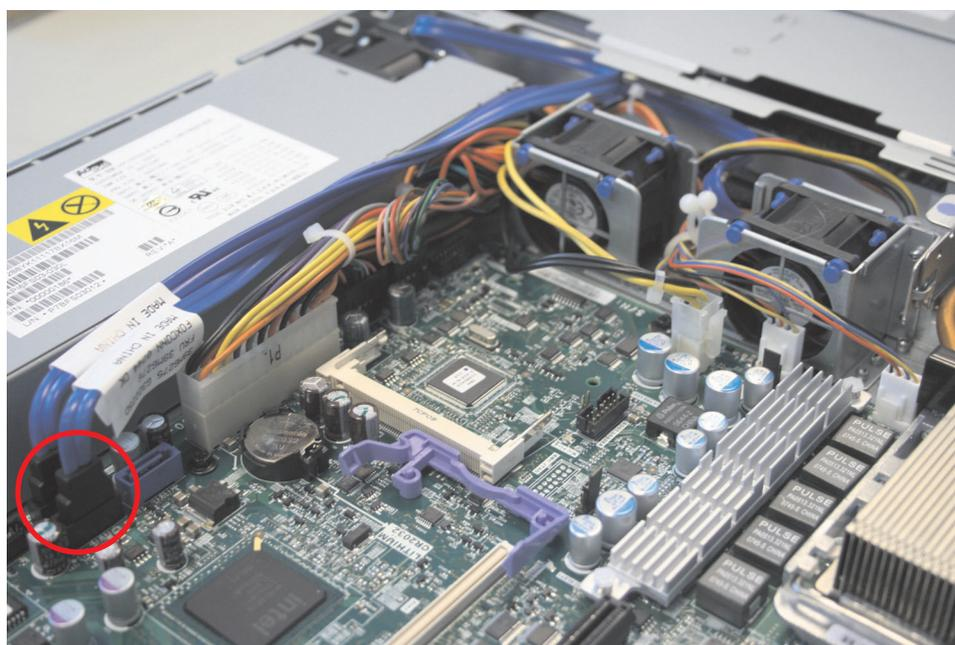

図 119. SAN ボリューム・コントローラー 2145-8A4 SATA ケーブル・コネクター
8. 図 119 に示すように、バック・プレートに接続されている 2 本の SATA ケーブルが、システム・ボードのどこに接続されているかを覚えておきます。それから 2 本の SATA ケーブルをシステム・ボードから外します。